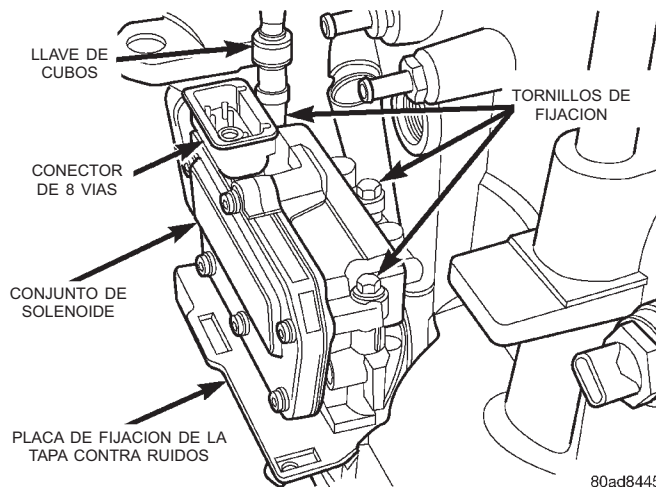

Fig. 301 Instalación del conjunto de solenoide
(1) Instale el conjunto de solenoide del transeje (Fig. 301).